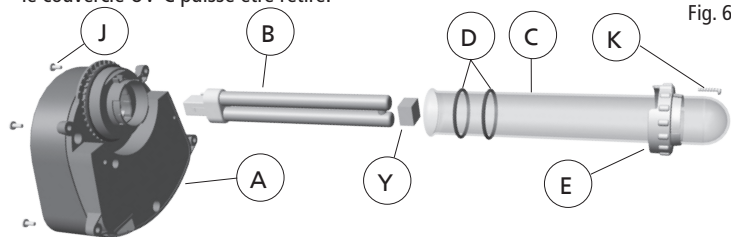

Fig. 6
**Changement de la lampe UV-C :** Afin de maintenir un rendement optimal, la lampe UV-C (B) doit être remplacée chaque année. Le temps idéal est le printemps, au cours de l'entretien du bassin précédant la saison.
**Nettoyage du manchon de quartz :** Même si seulement de l'eau filtrée passe à travers la section UV-C du filtre Pressure-Flo, le manchon de quartz (C) peut être recouvert de tartre, ce qui diminuera le rendement de la lampe UV-C (B). Il est recommandé de vérifier et de nettoyer régulièrement le manchon de quartz. La fréquence du nettoyage dépend de la qualité de l'eau dans le bassin. Afin d'avoir accès à la lampe UV-C (B) et au manchon de quartz (C), procéder comme suit :
4. Retirer le couvercle UV-C (A) (Fig. 6) du filtre en dévissant les quatre vis (J) qui fixent le couvercle UV-C au couvercle du filtre (G). Le couvercle UV-C est équipé de vis antiperte. Aucun besoin de retirer complètement les vis; il suffit de les dévisser jusqu'à ce que le couvercle UV-C puisse être retiré.